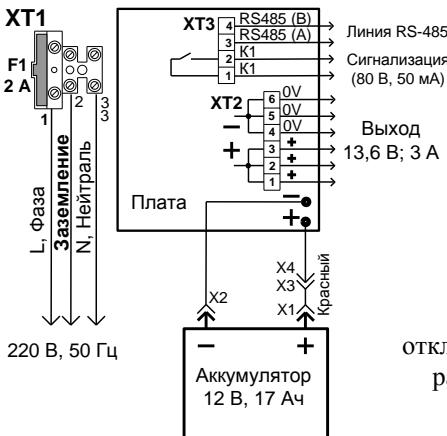

Рис. 3. Схема подключения
При подключении внешнего питающего напряжения 220 В к сетевой колодке XT1 необходимо соблюдать правильность подключения проводов «фаза», «нейтраль» и «заземление». Подключение цепей к РИП производить в соответствии с рис. 3. Схема подключения расположена на внутренней стороне корпуса РИП.
2.3.1 Проверить правильность произведённого монтажа в соответствии со схемой подключения РИП (рис. 3).